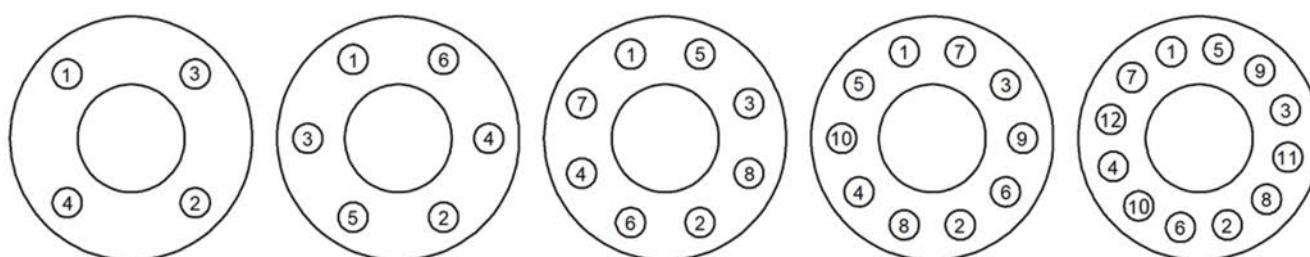

Fig. 2 Secuencia de apriete
Para garantizar la uniformidad de la carga y la alineación, los bulones de las bridas se deben apretar de forma gradual y en secuencia cruzada, como se indica en la «Fig. 2»
- ◆ Aflojar la tuerca (10) y desatornillar por completo los bulones (15).
- ◆ Separar el grupo del bonete (9), el obturador por completo (3).
- ◆ Extraer el recinto con cambio rápido (2) y reemplazar la junta tórica (1).
- ◆ Insertar en el bonete (9) el obturador nuevo, teniendo cuidado de lubricar el vástago con aceite de silicona.
- ◆ Reemplazar siempre la junta del cuerpo (11) limpiando con cuidado las plantas de apoyo.
- ◆ Apretar las tuercas (15) de forma gradual y en secuencia cruzada, como se indica en el ejemplo en la «Fig. 2» del párrafo 2.01, usando los pares indicados en el capítulo 5